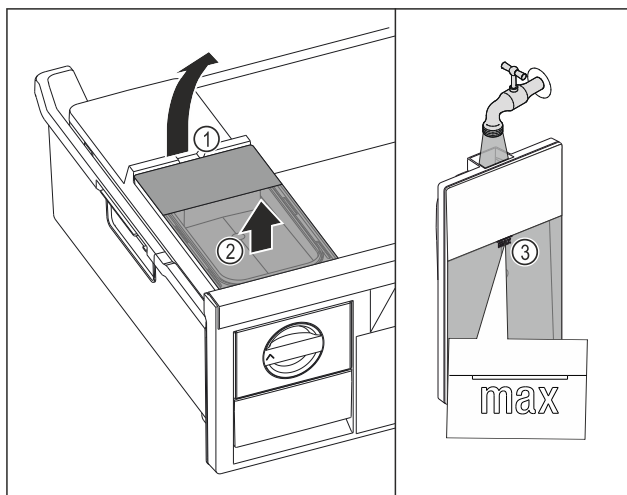

Fig. 128
- Watertank aan de uitsparing Fig. 128 (1) optillen.
- Watertank naar boven toe verwijderen. Fig. 128 (2)
- Watertank tot de markering Fig. 128 (3) vullen met drinkwater.